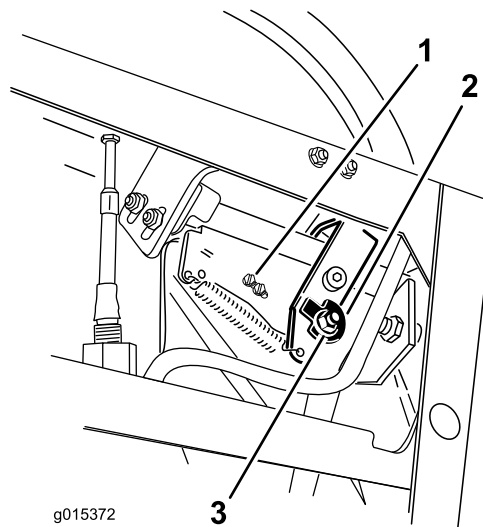
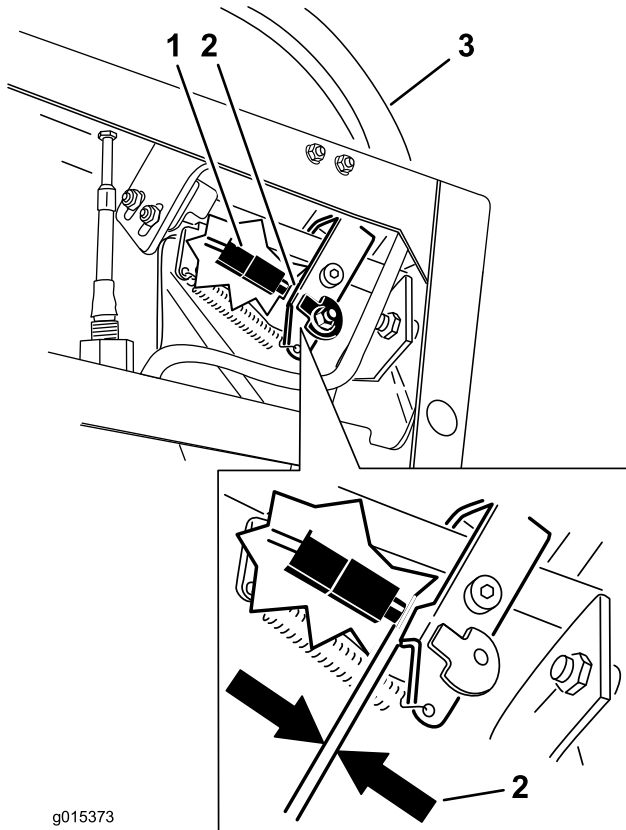

Bild 17
Bild 18
6. Lockern Sie die Klemmmutter und Schraube, mit der die Nocke befestigt ist (Bild 17).
9. Prüfen Sie den Abstand zwischen dem Steuerhebel und -schalter, wie in Bild 18 dargestellt. Der Abstand muss 3 mm sein. Rechter Fahrtriebshebel in der nicht arretierten Neutral-Stellung.
10. Lösen Sie ggf. die Schrauben, mit denen der Schalter befestigt ist, und stellen Sie den Schalter ein (Bild 17 und Bild 18).